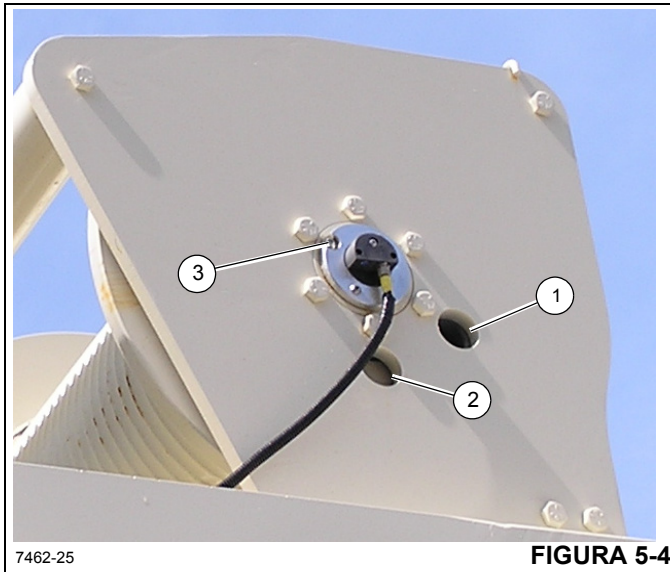

FIGURA 5-4
- Gire el tambor hasta que el tapón de llenado/nivel de aceite (1, Figura 5-4) sea visible en el agujero de inspección.
- Retire el tapón de llenado/nivel (1) e inspeccione visualmente el nivel de aceite. El aceite deberá estar al nivel del fondo del agujero de inspección. Si se necesita más aceite, añada lubricante y reinstale el tapón de llenado/nivel.
- Para vaciar y añadir aceite nuevo, retire el tapón de ventilación (3, Figura 5-4). Retire el tapón de vaciado (2) con una llave de casquillo hexagonal y luego enrosque un tubo de 1 pulg en el agujero del tapón de vaciado (2) para vaciar el aceite. Vacíe el aceite hidráulico. Retire el tubo de vaciado de 1 pulg e instale el tapón de vaciado (2).
- Para llenar con aceite, gire el tambor de manera que la lumbrera de llenado/nivel (1, Figura 5-4) sea visible a través del agujero superior. Instale un tubo de 1 pulg con codo en el agujero de llenado (1) como ayuda para el llenado de aceite. Retire el tapón de llenado/nivel con una llave de casquillo hexagonal y llene el mecanismo con 3.3 l (3.50 qt) de aceite para engranajes. Vea *Lubricación*, página 5-3.